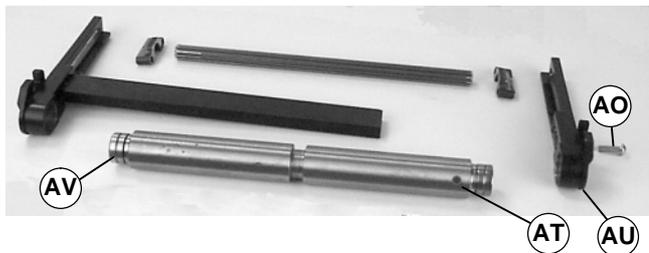

Abbildung 34
- Lage des Magneten feststellen (AT siehe Abbildung 34). Die Schraube entfernen (AO).
- Die Umlenk-Baugruppe ausbauen (AS).
- Die Deckplatte entfernen (AU).
- Die Umlenkrolle ausbauen (AV).